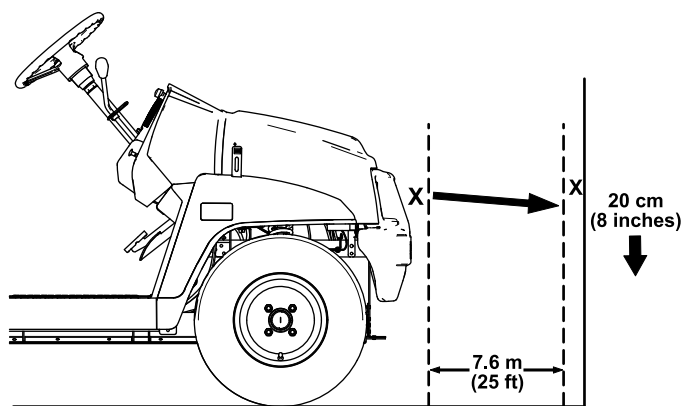

Рисунок 43
1. Припаркуйте машину на ровной горизонтальной поверхности; фары должны находиться приблизительно на расстоянии 7,6 м от стены (Рисунок 43).
Самая яркая часть луча фары должна быть на 20 см ниже отметки, нанесенной на стене (Рисунок 43).